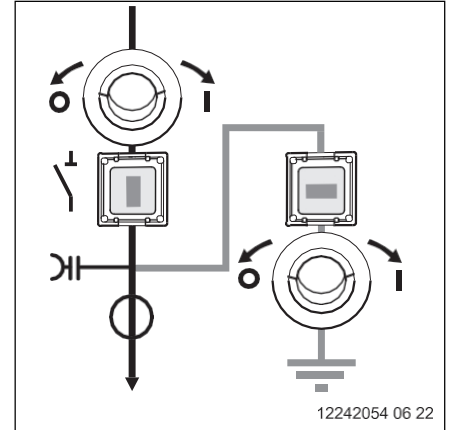

Fig. 50
**7** Poziția comutatorului cu sectionier activat și comutator de împământare dezactivat (Fig. 50).